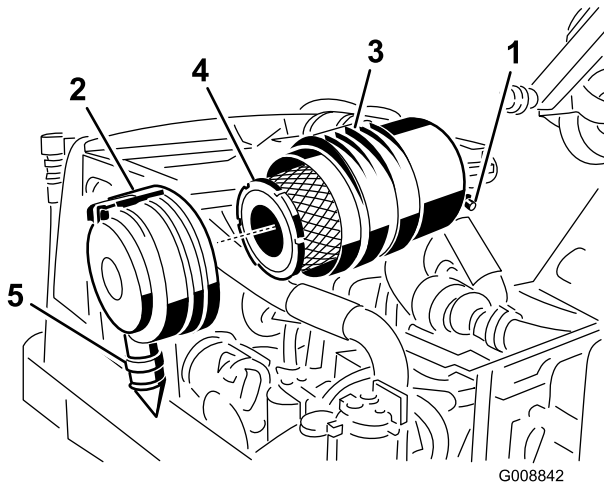

Bild 57
Warten Sie den Luftfilter nur, wenn die Wartungsanzeige dies angibt (Bild 57). Das frühzeitige Auswechseln des Luftfilters erhöht nur die Gefahr, dass Schmutz in den Motor gelangt, wenn Sie den Filter entfernen.
1. Ziehen Sie den Riegel nach außen und drehen Sie die Luftfilterabdeckung nach links (Bild 57).
2. Entfernen Sie den Hauptfilter (Bild 57). Das Reinigen eines verwendeten Elements wird nicht empfohlen, da das Filtermedium beschädigt
3. Wechseln Sie den Hauptfilter aus (Bild 57).
6. Setzen Sie die Abdeckung ein, richten Sie das Gummiauslassventil (Bild 57) nach unten, ungefähr zwischen 17.00 und 19.00 Uhr (vom Ende her gesehen). Befestigen Sie den Riegel.